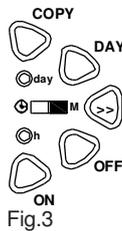
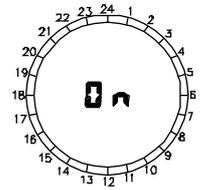

Fig.3
Fig.5c
- Spostare il deviatore (Fig.3) in posizione **M** fino a che sul display scompare il programma e viene visualizzato lo stato del relè del funzionamento manuale ("**ON**" o "**OFF**") come in Fig.5c;